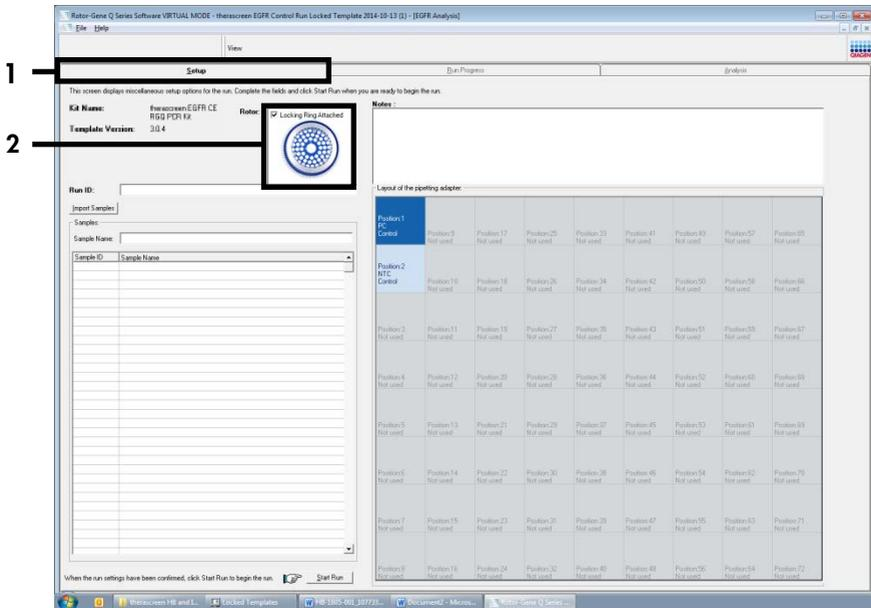

Abbildung 2. Registerkarte „Setup“ (Konfiguration) (1) mit dem Kontrollkästchen „Locking Ring Attached“ (Schließring angebracht) (2).
13. Standardmäßig wird die Registerkarte „Setup“ (Konfiguration) angezeigt (Abbildung 2). Vergewissern Sie sich, dass der Schließring richtig angebracht ist, und aktivieren Sie dann das Kontrollkästchen Locking Ring Attached (Schließring angebracht). Schließen Sie den Deckel des Rotor-Gene Q MDx 5plex HRM Instruments.